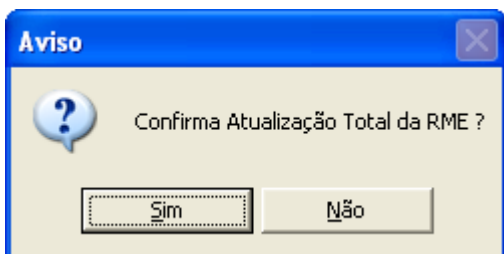

Figura 17 - Confirmação de Atendimento Total da RME
**2 – Botão Total RME:** esse botão serve para realizar o atendimento total da RME, ou seja, serão atendidos todos os itens baseando-se na quantidade que foi requisitada. Ao clicar no botão será exibida uma mensagem de confirmação (Figura 17).